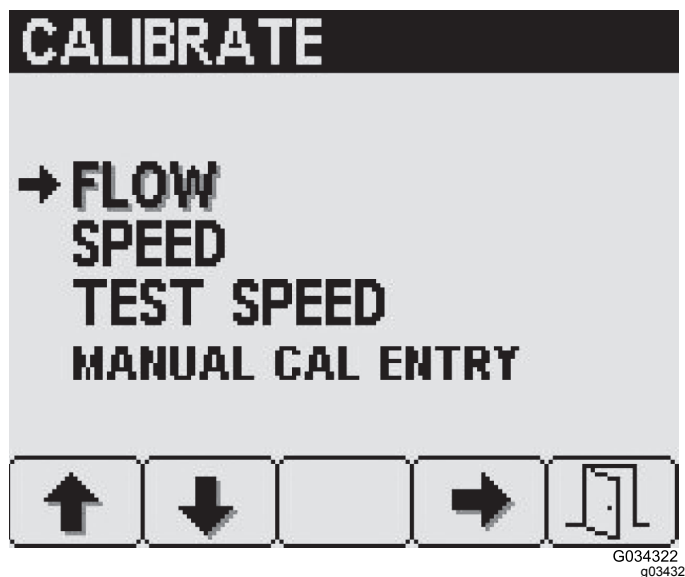

Figura 31
2. Per accedere alla schermata Portata, premete il pulsante numero 4 nella schermata Taratura (Figura 31) per selezionare Portata.
2. Per accedere alla schermata Velocità, premete il pulsante 2 sulla schermata Taratura fino a raggiungere Velocità, poi premete il pulsante 4 (Figura 31) per selezionare Velocità.